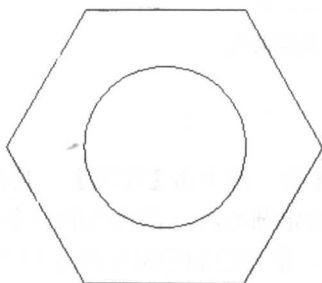

图 1-14 M10 螺母最终图形
(4) 在命令输入行输入 e 后按【Enter】键, 或单击【修改】工具栏上的 “修改”按钮, 或执行【修改】→【删除】命令, 删除辅助线, 最终图形如图 1-14 所示。